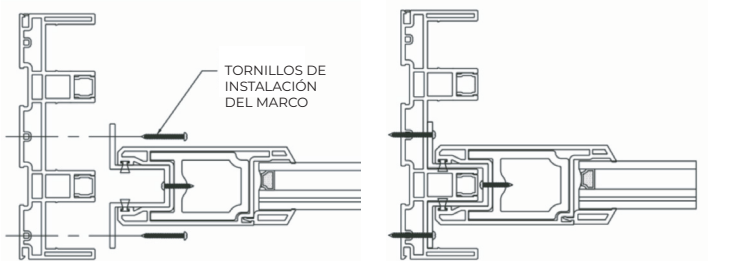

Figura 24b
2. **Fije** el sujetador de panel fijo a la jamba del marco utilizando seis (6) tornillos de instalación del marco (figura 24b).